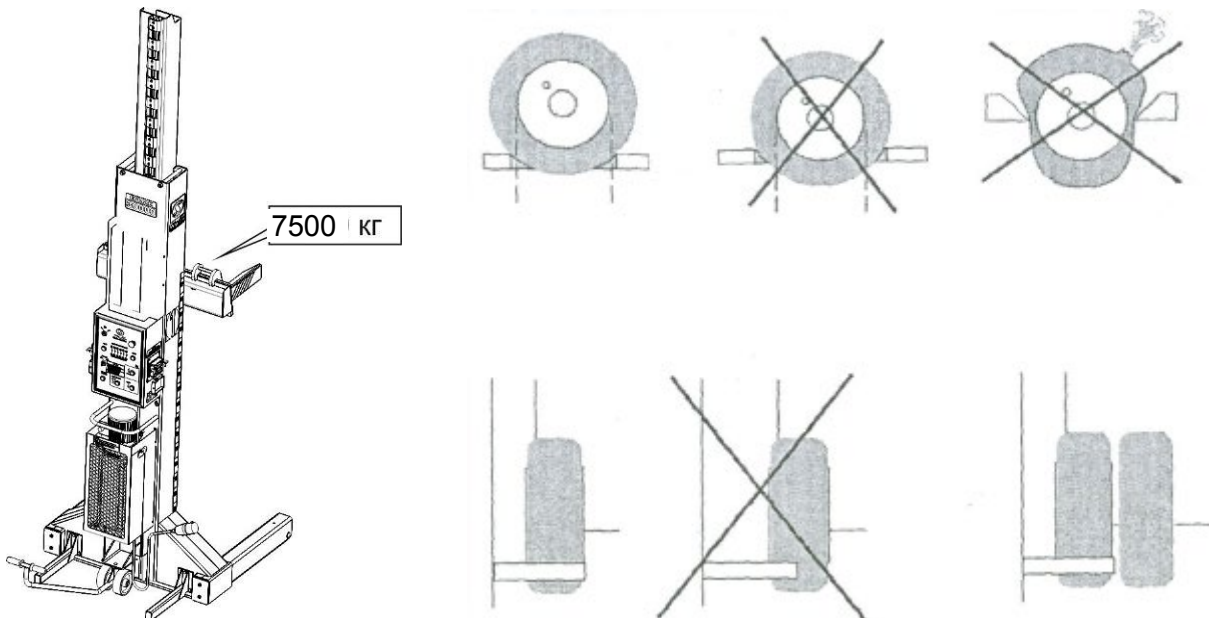

Рисунок 5.1 - Рекомендации безопасного захвата за колеса
5.5 Перед подъемом убедиться в правильности захвата автомобиля за колеса - рисунок 5.1 Рисунок .
7.4.1 Нажать и удерживать кнопку ВВЕРХ до момента, когда колеса автомобиля оторвутся от пола. Отпустить кнопку. Убедиться в правильном и устойчивом положении автомобиля (рисунок 5.1).